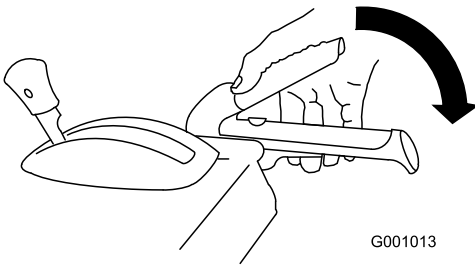

Рисунок 28
2. Прижмите рычаг шнека/крыльчатки к рукоятке и удерживайте его на месте (Рисунок 28).